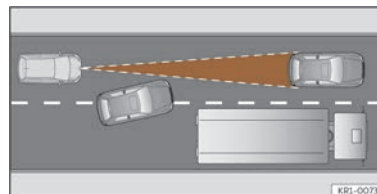

Abb. 126 Fahrspurwechsel eines anderen Fahrzeugs.
- Fahrzeuge, die in geringem Abstand auf die eigene Fahrspur wechseln >>> (**Abb. 126**).